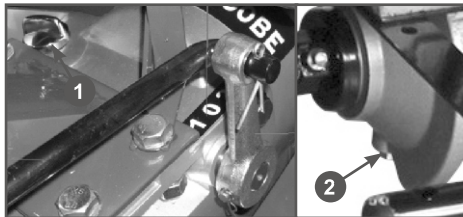

Рис. 20 Отверстия для замены трансмиссионного масла.
- Очистите от загрязнений зону вокруг маслозаливной горловины коробки передач. Выкрутите крышку-щуп 1 (Рис. 20) горловины, протрите щуп насухо.
- Открутите сливной болт 2 (Рис. 20) и слейте масло в специальную емкость.